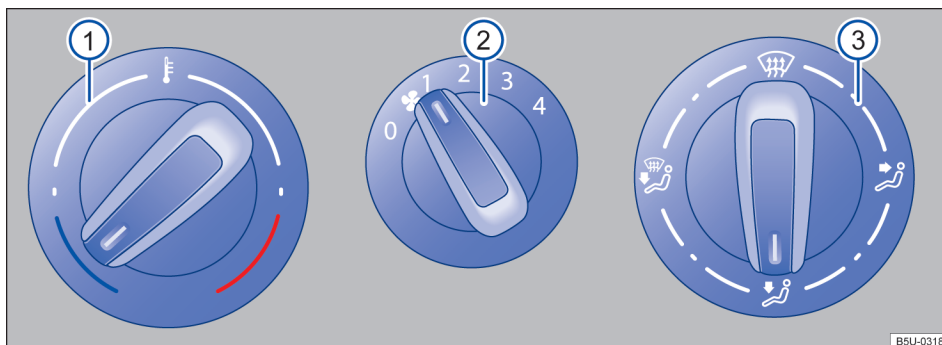

Fig. 74 Mandos del sistema de ventilación y calefacción.
- *Sistema de ventilación y calefacción*: girar el regulador del ventilador al nivel 0 → fig. 74 ②.
- *Sistema de ventilación y calefacción*: girar el regulador giratorio izquierdo → fig. 74 ① para regular la respectiva temperatura.
- *Sistema de ventilación y calefacción*: girar el regulador del ventilador → fig. 74 ②.
- *Sistema de ventilación y calefacción*: girar el regulador hacia la derecha → fig. 74 ③ hasta alcanzar la posición deseada.
- En vehículos con sistema de calefacción, girar el regulador de temperatura → fig. 74  totalmente hacia la derecha, a la posición máxima de calefacción.